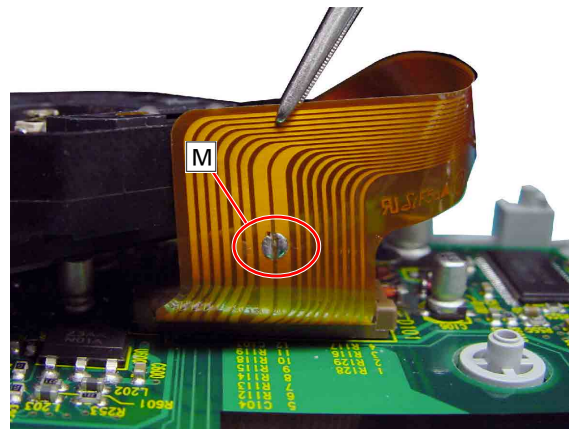

Fig. 10
- Achtung: Vor dem Abziehen der Flexprintleitung die Schutzlötstelle **M** (Fig. 10) zulöten! Die Laserdiode kann sonst durch statische Aufladung zerstört werden.**
- Caution: Before unplugging the flexprint close the protective solder joint **M** (Fig. 10)! The Laser diode may otherwise be destroyed by static electricity.**